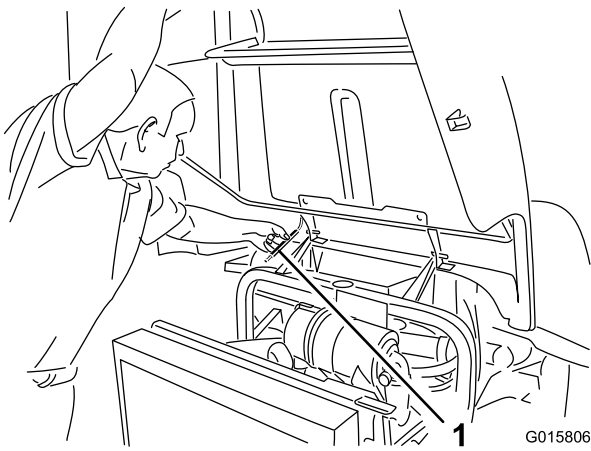

Figura 24
2. Levante el capó hasta que la varilla pueda colocarse detrás del tubo del bastidor (Figura 24).